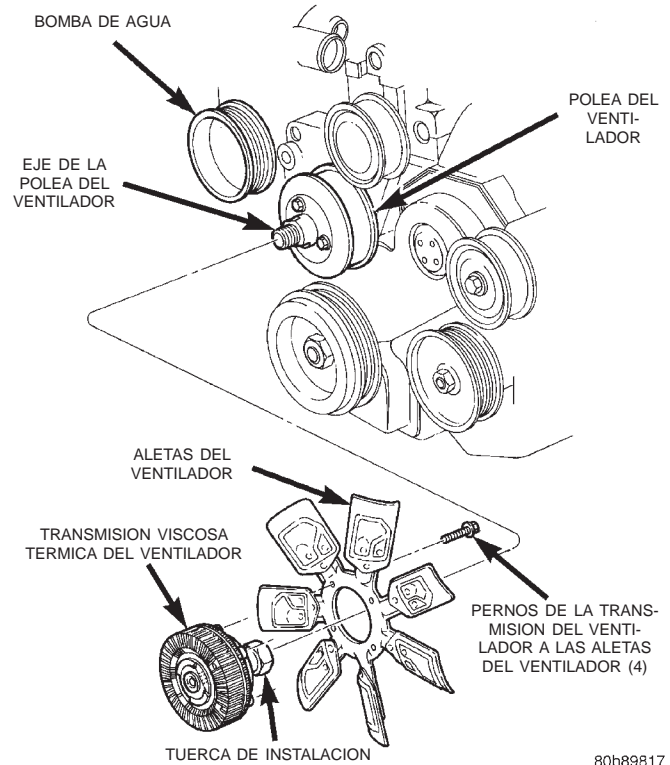

Fig. 22 Transmisión viscosa térmica y conjunto de aletas del ventilador
- (1) Desconecte el cable negativo de la batería.
- (2) La transmisión viscosa térmica del ventilador y el conjunto de aletas del ventilador están fijados (enroscados) al eje de la polea del ventilador (Fig. 22). Retire de la polea el conjunto de aleta del ventilador y transmisión viscosa del ventilador girando la tuerca de montaje hacia la izquierda (visto desde delante), la rosca de la transmisión del ventilador es de **PASO A LA DERECHA**. Pueden utilizarse llaves de ventilador Snap-On® 36 MM (número SP346) para hacer girar la tuerca de instalación y evitar que la polea del ventilador gire.
- (3) No intente retirar del vehículo el conjunto de ventilador y transmisión viscosa del ventilador en este momento.
- (4) No desenrosque de la transmisión viscosa del ventilador el conjunto de aletas en este momento.
- (5) Retire los pernos de montaje de la cubierta del ventilador.
- (6) Retire del vehículo la cubierta del ventilador y la transmisión viscosa y aletas del ventilador como una sola unidad.
(8) Retire los cuatro pernos que fijan el conjunto de aletas del ventilador a la transmisión viscosa térmica del ventilador (Fig. 22).
- (1) Instale el conjunto de aletas del ventilador a la transmisión viscosa del ventilador. Apriete los pernos (Fig. 22) con una torsión de 23 N·m (200 lbs. pulg.).
- (2) Coloque la cubierta del ventilador y el conjunto de aletas del ventilador y transmisión viscosa del ventilador en el vehículo como una sola unidad.
- (3) Instale y apriete los pernos de la cubierta del ventilador con una torsión de 3 N·m (31 lbs. pulg.).
- (4) Instale el conjunto de aletas del ventilador y transmisión viscosa del ventilador al eje de la polea del ventilador (Fig. 22).
- (5) Conecte el cable negativo de la batería.